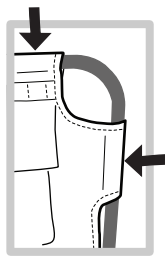

Figura 5
- b. La funda irá sobre el caño recto (Figura 5).